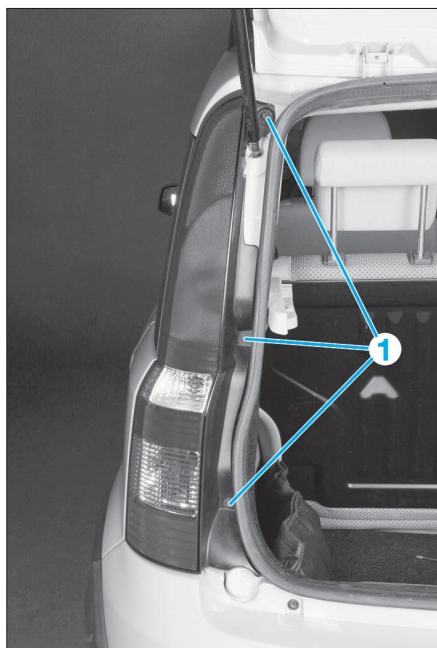

FIG. 89
- Ouvrir le hayon, puis déposer les 3 vis de fixation (1) (Fig.89).